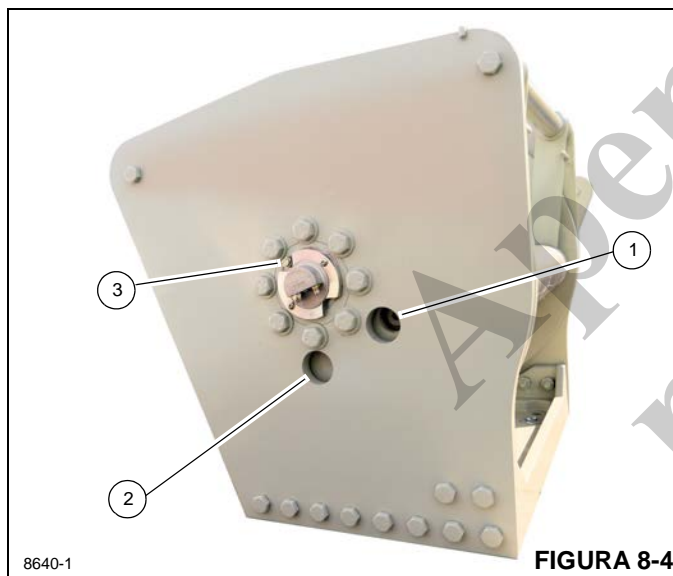

FIGURA 8-4
1. Gire o tambor até que o bujão de enchimento/nível (1, Figura 8-4) seja visível pelo furo de inspeção.
1. Para abastecer com óleo, gire o tambor de maneira que o bujão de enchimento/nível (1, Figura 8-4) esteja visível pelo furo superior.
2. Remova o bujão de enchimento/nível (1) com um soquete sextavado.
3. Para ajudar a adicionar o óleo, instale no furo de abastecimento (1) um tubo de 1 polegada com cotovelo.
4. Remova o bujão de respiro (3) para ajudar a adicionar o óleo.
5. Abasteça a caixa de engrenagens com 3,3 l (3.50 qt) de óleo lubrificante de engrenagem ou até que o óleo esteja no nível inferior do furo de inspeção. (Consulte a Figura 8-4.)
1. Para drenar a adicionar óleo novo, remova o bujão de respiro (3, Figura 8-4) para ajudar na drenagem do óleo.
3. Remova o bujão do dreno (2) com um soquete sextavado.
7. Instale o bujão de dreno de óleo (2).
8. Para ajudar a adicionar o óleo, instale no furo de abastecimento (1) um tubo de 1 polegada com cotovelo.
9. Abasteça a caixa de engrenagens com 3,3 l (3.50 qt) de óleo lubrificante de engrenagem ou até que o óleo esteja no nível inferior do furo de inspeção. (Consulte a Figura 8-4).
11. Instale o bujão de enchimento/nível (1).
12. Instale o bujão de respiro (3).